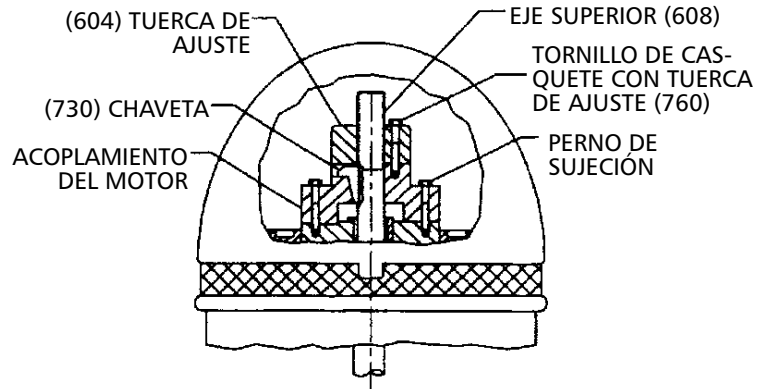

Figura 12
1. En la Figura 12 se muestra el mecanismo de accionamiento de un motor eléctrico de eje hueco. El eje superior (608) se extiende a través del eje hueco del motor eléctrico y se mantiene en su lugar por una tuerca de ajuste (604), que no solo recibe todo el empuje estático e hidráulico de los impulsores y del eje, sino también permite ajustar los huelgos del impulsor. El eje superior se conecta al eje de saliente por un acoplamiento roscado o un acoplamiento de bridas rígidas.
6. Después de bajar y colocar el motor eléctrico como se explicó arriba, quite su acoplamiento y los pernos de sujeción (ver Figura 12). No olvide de marcar la posición del acoplamiento antes de quitarlo.